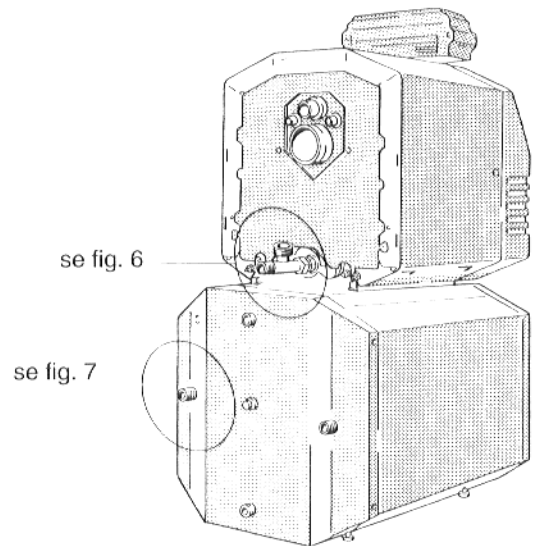
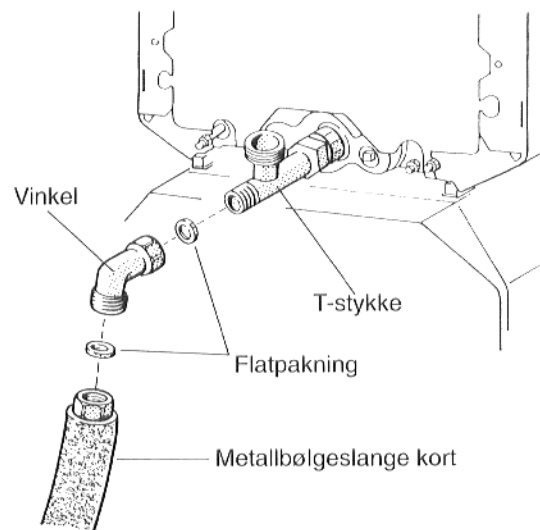
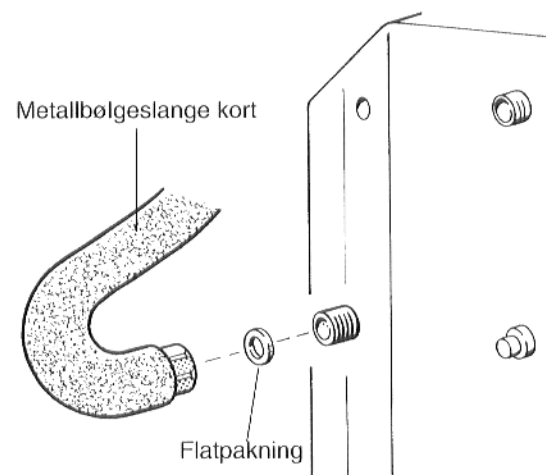

Fig. 5
Fig. 6
Fig. 7
- Flatpakningen legges inn i mutteren til vinkelen og vinkelen skrues løst på bakre utgang til T-stykket (fig. 5 og fig. 6).
- Flatpakningen legges inn i mutteren til metallbølgeslangen for returledning (kort) og metallbølgeslangen skrues på vinkelen (fig. 5 og fig. 6).
- Metallbølgeslangen legges i retning returkopling på varmtvannsberederen og formes tilsvarende på forhånd (fig. 5).
- Flatpakningen legges inn i den andre mutteren på metallbølgeslangen og metallbølgeslangen skrues på returkoplingen til varmtvannsberederen (fig. 7 og fig. 5).
- Vinkelen på T-stykket i kjele-returledningen trekkes til (fig. 5 og fig. 6).